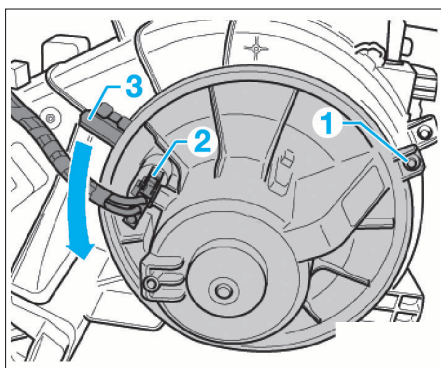

FIG. 11
- Le cas échéant, déposer la vis (1) (Fig.11).